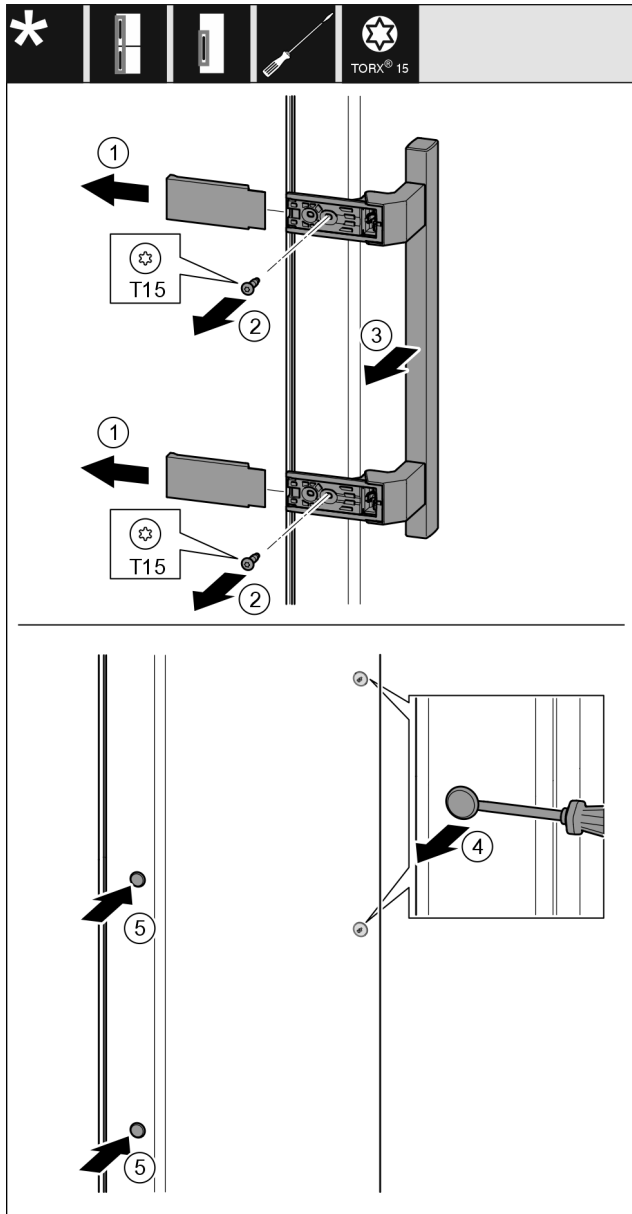

Fig. 19
- ▶ Stiahnite kryt Fig. 19 (1).
- ▶ Vyskrutkujte skrutky Fig. 19 (2) skrutkovačom.
- ▶ Odoberte držadlo Fig. 19 (3).
- ▶ Plochým skrutkovačom opatrne nadvihnite a vyberte bočnú zátku Fig. 19 (4).
- ▶ Zátku Fig. 19 (5) opäť nasadte na druhú stranu.